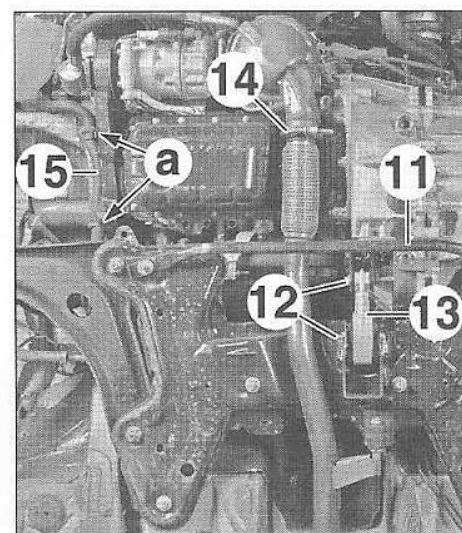

FIG.112
- la barre antirapprochement (11) (Fig.112),
- les vis (12),
- la biellette anticouple (13),
- Desserrer le collier (14).
- Dégrafer la durit (15) en (a).